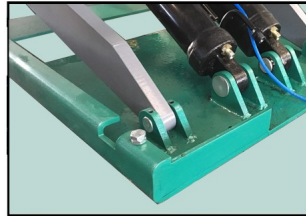

图 21
- 低位水平调节：当主平台降至最低位时，可通过调节主平台下端的支撑调节杆（见图 21）调节平台低位水平